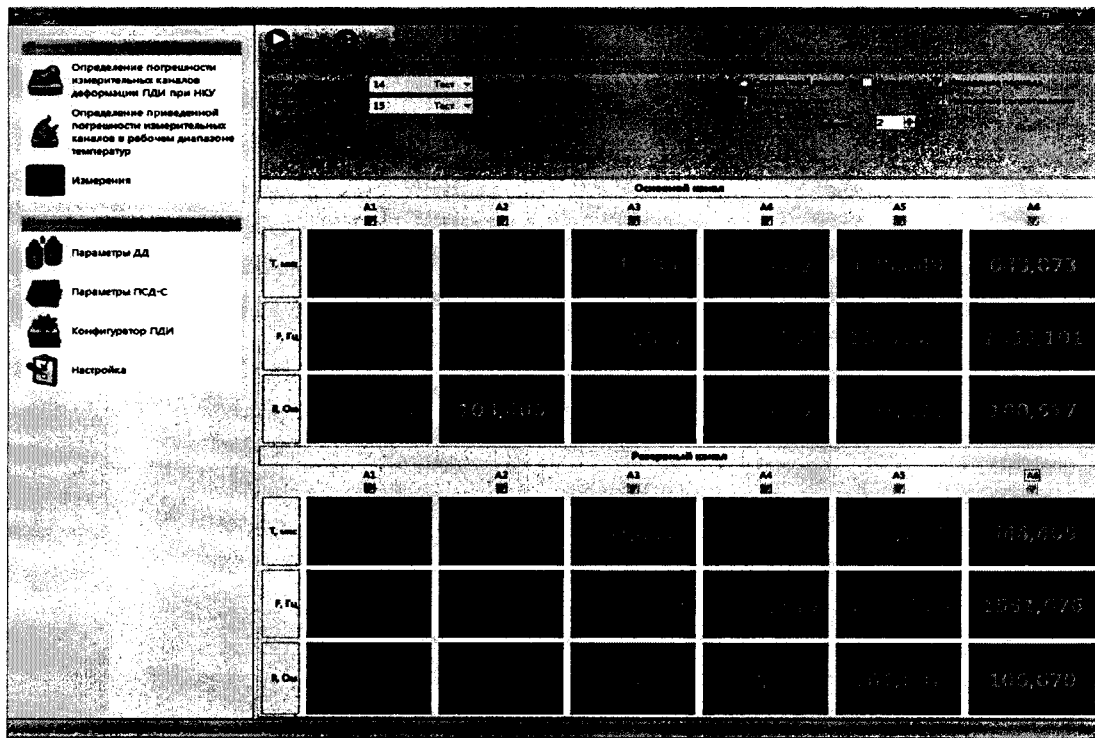
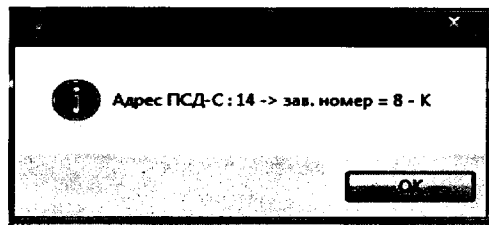

Рис. 28 – Задача «Измерения»
Рис. 29 – Окно адреса ПСД-С
4.6.4 Нажать левой кнопкой мыши на кнопку , находящуюся на панели управления программой (рис. 2). В появившемся окне управления задачей «Измерения» необходимо указать параметры подключенного ПСД-С. Для этого в поле «Основной канал» и «Резервный канал» из выпадающего списка выбрать адрес ПСД-С, либо указать адрес вручную (рис. 28). Адреса каналов указаны на верхней крышке устройства ПСД-С после слов "Логические адреса" (чётный – основной канал, нечётный – резервный канал).
Для проверки правильности проделанных установок, нужно нажать на кнопку «Тест» «Основного канала», расположенную рядом с выбранным ранее адресом ПСД-С (рис. 28). Если установки проведены правильно, то на экране появится сообщение с адресом ПСД-С (рис. 29).
4.6.5 Перед началом проведения измерений на панели настройки следует поставить флажки на элементах выбора режима проверки (периодическое испытание, измерения периода, измерение сопротивления), выставить период опроса- 2 секунды в всплывающем окне, под номерами каналов (A1-A6), по которым будут производиться измерения в рабочей таблице (рис. 28). Количество каналов зависит от конфигурации ПДИ.
4.6.6 Произвести запуск измерений путем нажатия на кнопку «Старт» , расположенную на панели управления задачей "Измерения". Под номерами каналов (A1-A6) по которым будут производиться измерения в рабочей таблице (рис. 28) отобразятся значения: измеренного периода (Т, мкс) в микросекундах, измеренной частоты (F, Гц) в герцах, измеренного сопротивления (R, Ом) для основного и резервного каналов соответственно.
4.6.7 Зафиксировать (визуально) начальное значение частоты собственных колебаний струны ДД (F_{изм}) при ненагруженном состоянии ДД (рис. 28), после чего, создать преднатяжение струны на ДД путем подкручивания гайки М6 (поз. 1 рис. 27) на приспособлении АМЦ6.392.005. Преднатяжение должно составлять не более 30 Гц от зафиксированного начального значения частоты собственных колебаний струны ДД.
4.6.8 После проведения измерений нажать на кнопку «Стоп» , для остановки измерений (рис. 28).